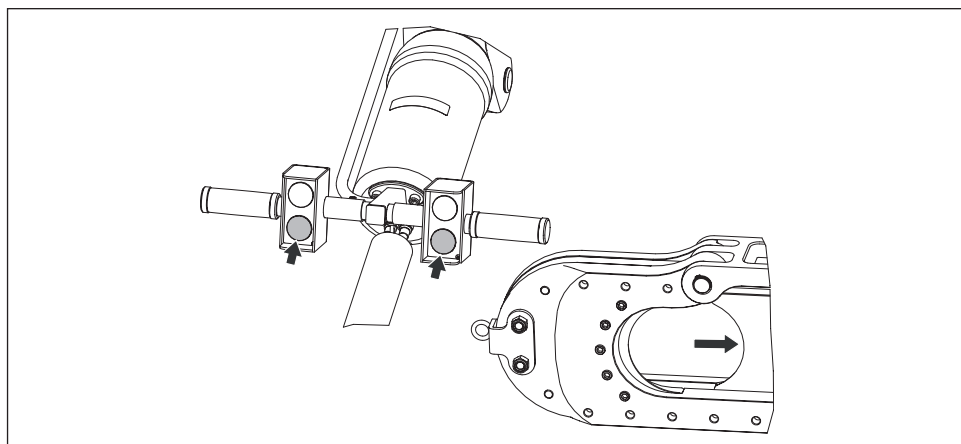

Figura 10, Operación – retracción
- Pulse y mantenga pulsados ambos botones de **retracción** para retraer el pistón y deslice la cuchilla móvil hacia atrás. Véase Figura 10.